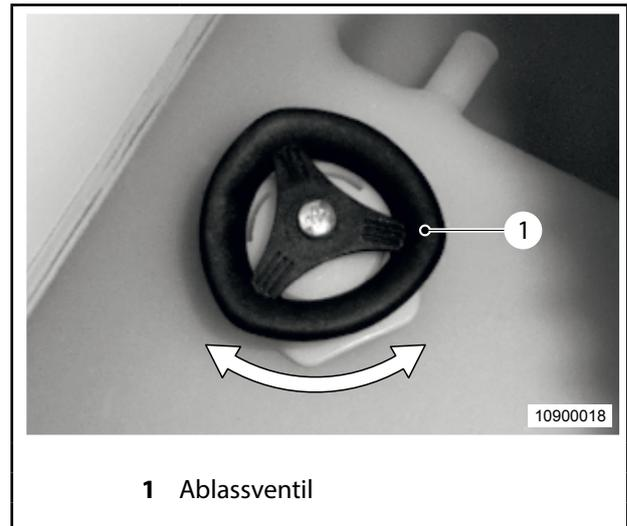

Abb. 51 Frischwassertank entleeren
3. Ablassventil (Abb. 51, Pos. 1) im Uhrzeigersinn bis zum Anschlag drehen.